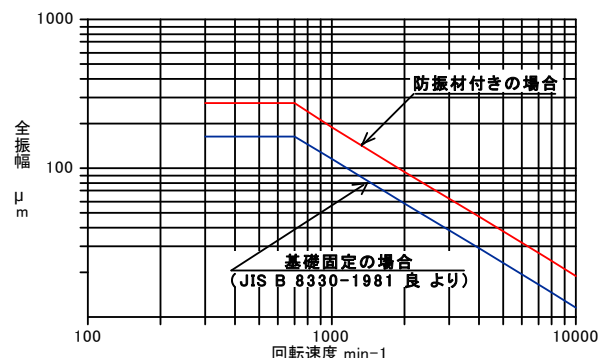

図 16 振動状態の参考判定基準
- (2) Vベルトは、摩耗してきたり、傷んだらお取替えてください。Vベルトの寿命（交換時期）は、使用される環境（温度・湿度・太陽光・粉塵等）や条件（伝達動力・起動回数等）により変わりますが、一般空調送風機の場合の目安は1年です。
- (3) Vベルトは、使用中に伸びますので、定期的に張りをチェックしてください。この伸びは特に新しいVベルトで運転初期に大きく発生しますので、運転開始後10～50時間で張りを調整してください。調整は [5] 据付の第4項 “Vプーリの心出しとVベルト調整” の項を参照ください。
- (4) 軸受許容温度は、一般的には室温+40℃以下かつ80℃以下です。温度が軸受許容温度を超えている場合は、運転を停止して点検してください。
- (5) 軸受箱の音や振動は、運転開始数日後の状態を基準として、判断してください。
- (6) ファンが正常で、据付、ダクト配管工事が正しく施工されている場合の振動の基準値を図16に示します。振動や音が大きい（または平常時の値が変わった）場合は、Vプーリの芯出しとVベルトの調整、ダクト配管の無理、取付ボルト・基礎ボルトのゆるみ、羽根車へのダスト付着、軸受の損傷、異物の吸込などが原因と考えられますので点検してください。
- (7) 低温の空気を吸込む場合、常温空気の場合に比べ、電流値が増加しますのでご注意ください。